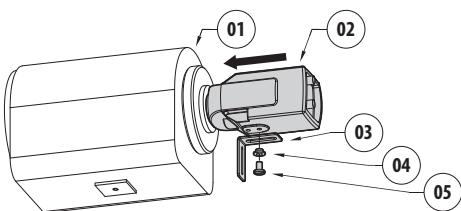

Рис. 8
Можно прикрепить прокладку H-20 (02) к объективу. Подключите камеру и закрепите Г-образный кронштейн (Рис. 8, страница 15). Вставьте пластиковую прокладку (01) необходимой толщины и закрепите ее с помощью шайбы и винта (03).